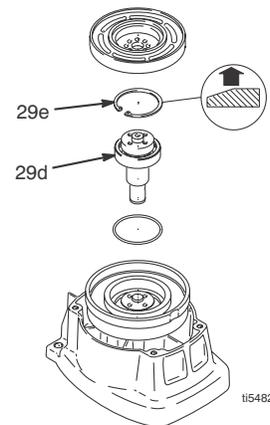

FIG. 7
7. FIG. 7. Retire el anillo de retención (29e).
6. Instale los tres tornillos (35) a través del bastidor del carro (1) y dentro del alojamiento del embrague (19).
7. Aplique Locktite al tornillo (20). Instale el tornillo, la arandela (61), la chaveta (18) y la polea (62) en el extremo del conjunto del eje de transmisión (19c). El extremo del eje de transmisión (19c) debe estar 0,090 pulg. por debajo del extremo del casquillo.
8. Sujete la polea (62) e instale los cuatro tornillos (23) y las arandelas (24) en el cubo (26). Apriete a un par de 125 in-lb (14 Nm).
9. Instale la protección de la correa (146), el soporte de la guía de la correa (148) y la correa trapezoidal (147).
10. FIG. 7. Golpee ligeramente el eje del piñón (19c) con una maza de plástico para introducirlo.